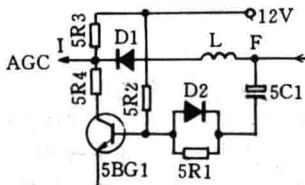

图 1
1. 抑流延时 线圈对交流信号具有阻碍的作用, 可对流通的交流信号进行延时。图 1 是某黑白电视机的抗干扰电路。为了防止干扰信号在二极管 D₁ 截止之前